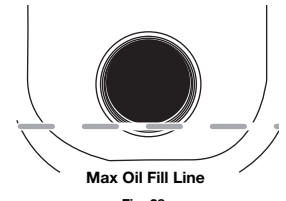

Fig. 28
5. Le regard dans le pétrole remplit le trou, utilisez une lampe de poche si nécessaire. Le pétrole doit être juste touchant l'intérieur plus fil (la fig. 28).
6. Si le niveau d'huile ne touche pas le filetage le plus à l'intérieur dans le trou de remplissage de l'huile, ajoutez une petite quantité d'huile dans le trou de remplissage de l'huile et vérifiez à nouveau (Fig. 28). Répétez cette procédure jusqu'à ce que le niveau d'huile atteigne le filetage le plus à l'intérieur du trou de remplissage d'huile.